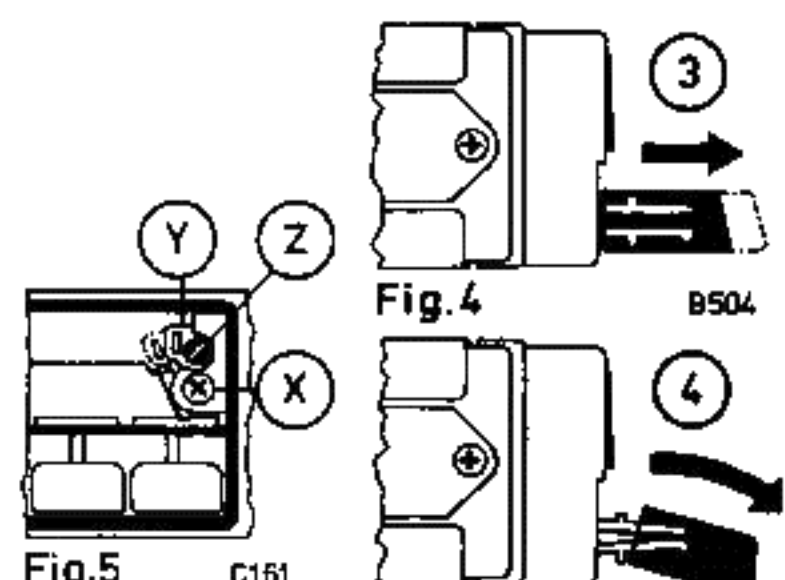

Fig. 4
9. Auswechseln einer Tastenkappe (Fig. 4)
9. Removal of a push-button (Fig. 4)